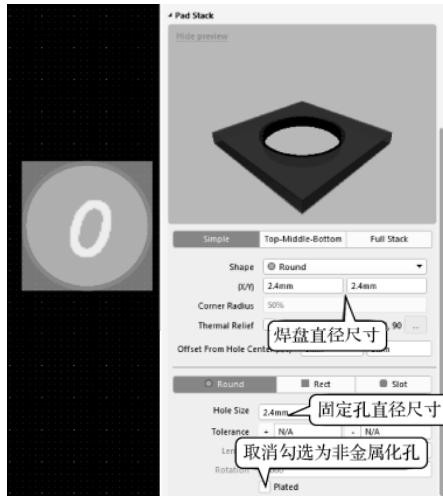

图 8-31 焊盘属性设置
(2) 按快捷键“PP”，放置一个焊盘，按照刚才的信息要求对焊盘属性进行设置，如图 8-31 所示。